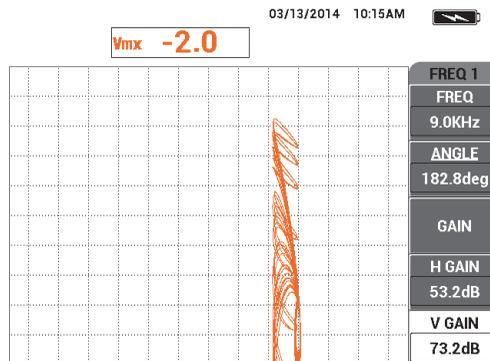

Figura 5-129 Regolazione del valore GUAD.VER.
25. Muovendo continuamente la sonda, aumentare **GUAD.VER.** (tasto E) fino a quando il segnale combinato è compreso nella prima frazione verticale al di sopra del punto zero (vedere Figura 5-129 a pagina 230).